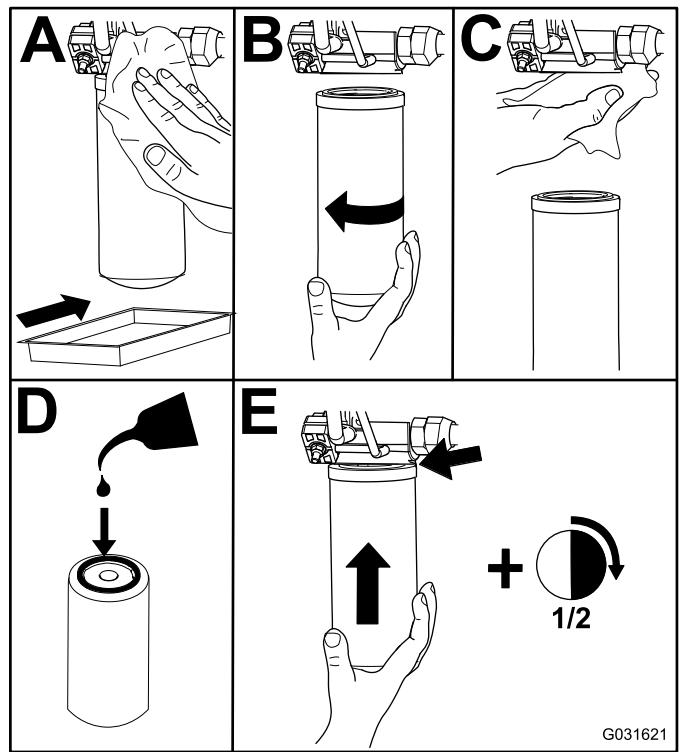

Рисунок 78
2. Замените гидравлический фильтр линии подачи в отделении гидромеханизма подъема, как показано на Рисунок 78.
4. Замените фильтр линии возврата с правой стороны машины (Рисунок 78).